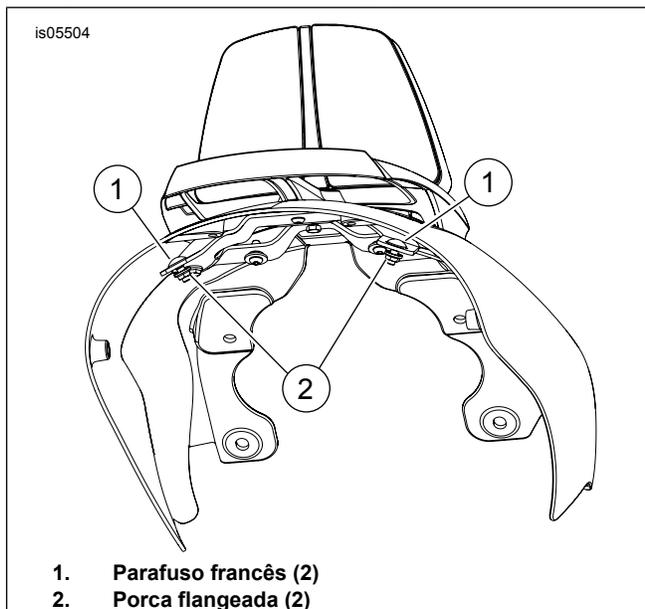

**Figura 2. Parte interna do pára-lama**
1. Veja a Figura 2. Aplique fita adesiva na superfície externa pintada do pára-lama no local dos furos (2 e 3). Isto protegerá a superfície pintada durante a operação de perfuração.
Veja a Figura 2. Se o bagageiro já estiver instalado, somente um furo (2) deverá ser feito.
1. Veja a Figura 2. Aplique fita adesiva na superfície externa pintada do pára-lama no local dos furos (1, 2 e 3). Isto protegerá a superfície pintada durante a operação de perfuração.